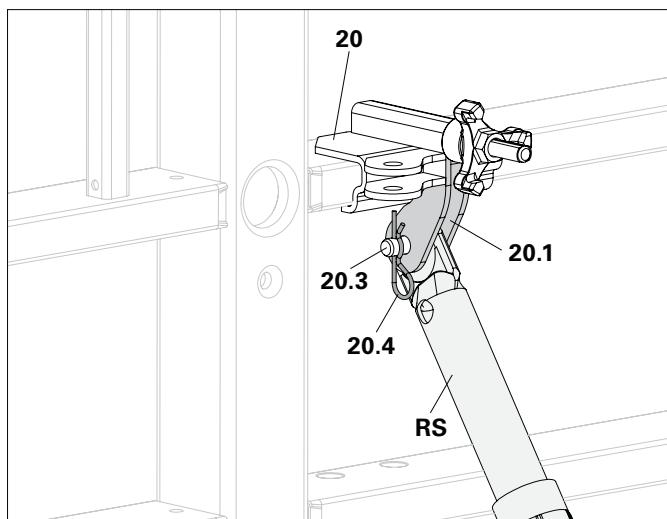

Fig. A6.01a
- Montaggio orizzontale dell'attacco puntello: collegare puntello (RS) e staffe (20.1) con perno (20.3) e inserto a molla (20.4). (Fig. A6.01a)